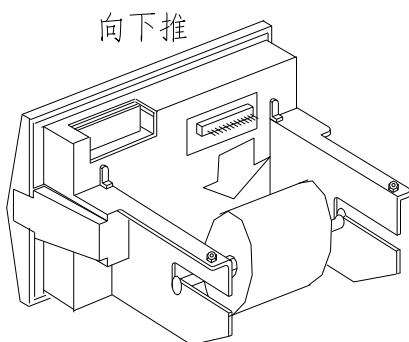

图 9-4
3) 将新纸卷套在纸卷轴上，并按图 9-4 所示将纸卷轴用力按入打印机的导槽内。一定要确认纸卷轴已安装牢固，不会掉出。